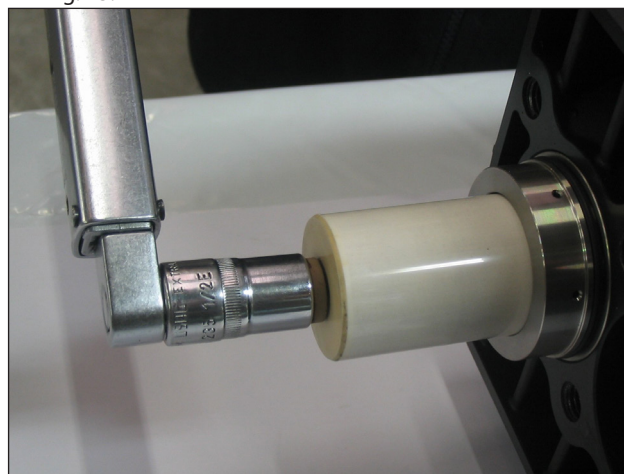

Fig. 23
A) Allentare le viti M7x1 fissaggio pistone come indicato in Fig. 23.